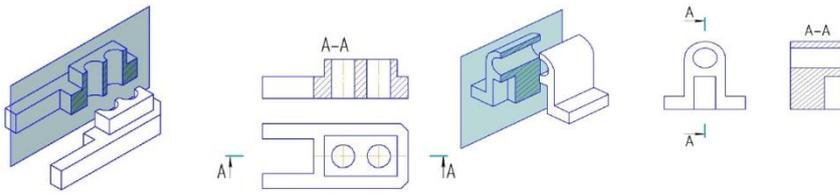

Рис. 1. Получение фронтального разреза Рис. 2. Получение профильного разреза
- **фронтальным**–если секущая плоскость параллельна фронтальной плоскости проекции и размещается на месте главного вида (рис. 1);